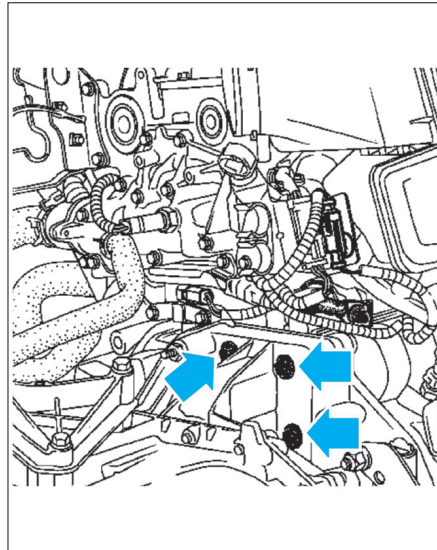

FIG. 5
- les fixations du démarreur (Fig.5).